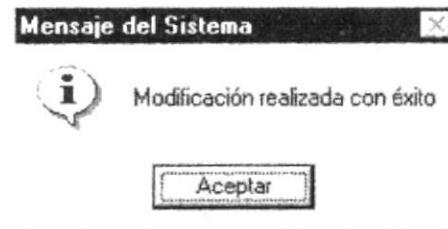

Figura 8.21 Mensaje de Información
7. Cuando ya haya realizado la modificación para guardar la cotización haga click en **Grabar** o presione Alt G. Presenta el siguiente mensaje **Figura 8.21**